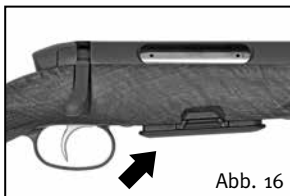

Abb. 16
1. Entfernen Sie das Magazin oder bringen Sie es in die zweite Position (Abb. 16). Entladen Sie die Waffe.